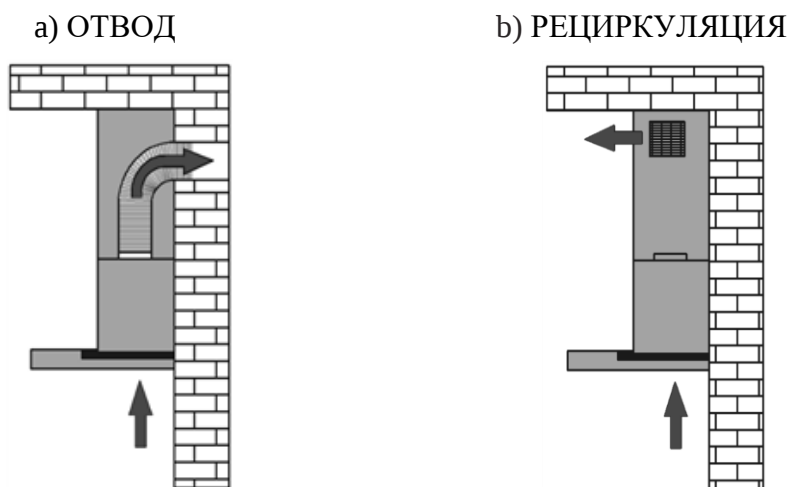

Рис. 3
1) Отвода (рис. 3а) – воздух удаляется из помещения через соединение вытяжки с вентиляционным каналом жестким пластиковым воздуховодом или гофрированным шлангом диаметром 150 мм. И, таким образом, все кухонные испарения, запахи, гарь и
2) Рециркуляции (рис. 3б) – внутренняя циркуляция воздуха через угольные фильтры (рис. 4). Вытяжка в данном случае не подключается к вентиляционной шахте и, таким образом, воздух просто прогоняется через вытяжку внутри кухни, т.е. очищенный фильтрами воздух возвращается в помещение через выходное отверстие.